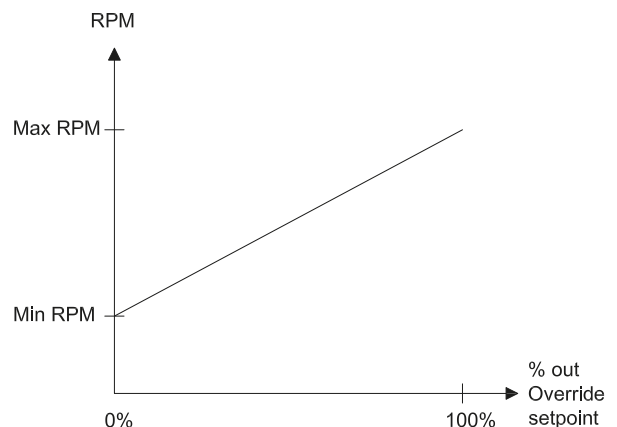
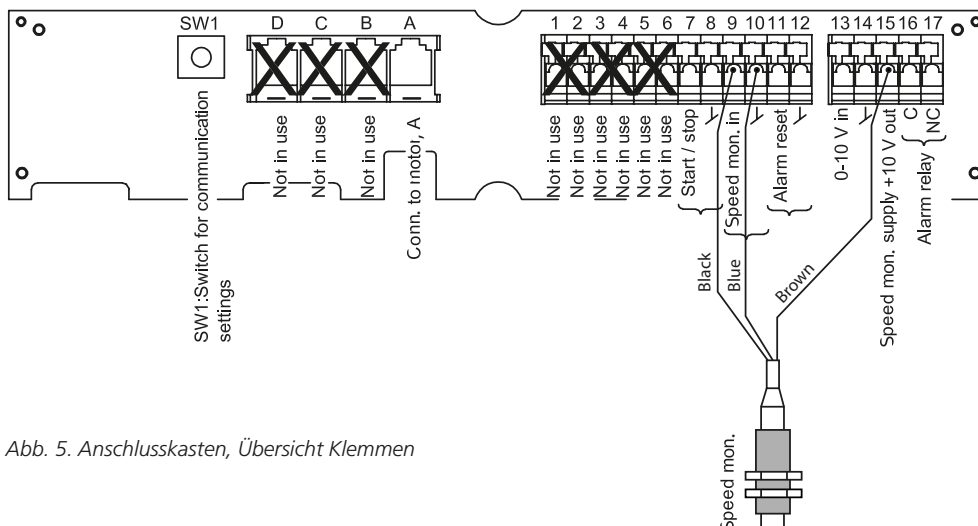

Abb. 3. Verhältnis zwischen Geschwindigkeit und min./max. Drehzahl-einstellung
Abb. 5. Anschlusskasten, Übersicht Klemmen
Die Wärmetauschersteuerung regelt die Geschwindigkeit linear zwischen 0 % und 100 %, wobei sie zwischen der niedrigsten und der höchsten eingestellten Drehzahl begrenzt ist (siehe Abb. 3). Eine Geschwindigkeit von 100 % wird durch eine Eingangsspannung von 9,5 V an „0–10 V ein“ (Klemme 13) festgelegt (100 % bei 9,5 V, +/- 2 %).
- Das 0–10-V-DC-Steuersignal von einem externen Regler im Anschlusskasten an die Klemmen 13 (0–10 V ein) und 14 (↘) anschließen (siehe Abb. 5). Die Wärmetauschersteuerung regelt die Geschwindigkeit linear zur Spannung zwischen 0 % und 100 % (100 % bei 9,5 V +/- 2 %), jedoch entsprechend der eingestellten Zeiten für die ansteigende und die abfallende Rampe und begrenzt auf den Regelbereich zwischen der niedrigsten und der höchsten Drehzahl (siehe Abb. 3 und 4). Die Funktion „Steuerung mit 0–10 V DC“ wird in Abschnitt 3 beschrieben. Funktion.
- Das Start- und Stoppsignal wird im Anschlusskasten an die Klemmen 7 (Start/Stop) und 8 (↘) angeschlossen (siehe Abb. 5). Dabei muss es sich um einen potenzialfreien digitalen Kontakt handeln. Die „Start-/Stopp“-Funktion wird in Abschnitt 3 beschrieben. Funktion.
- Das Alarmreset-Signal wird im Anschlusskasten der Wärmetauschersteuerung an die Klemmen 11 (Alarmreset) und 12 (↘) angeschlossen (siehe Abb. 5). Dabei muss es sich um einen potenzialfreien digitalen Kontakt handeln. Die Funktion „Alarmreset“ wird in Abschnitt 3 beschrieben. Funktion.
- Die Wärmetauschersteuerung ist mit einem Alarmrelaisausgang mit schließender Funktion bei einer Störung oder einem Alarm ausgestattet. Das Alarmsignal ist mit „Alarmrelais“ gekennzeichnet und wird im Anschlusskasten an die Klemmen 16 (C) und 17 (↘) angeschlossen (siehe Abb. 5). Dabei muss es sich um einen potenzialfreien digitalen Kontakt handeln. Die Funktion „Alarmrelais“ wird in Abschnitt 3 beschrieben. Funktion.
Betriebssignal fehlt	Die mit ⚡ (GND) und „Start/Stop“ gekennzeichneten Klemmen 7 und 8 im Anschlusskasten der Wärmetauschersteuerung kurzschließen (Abb. 5).
0–10-V-DC-Steuersignal fehlt.	Überprüfen, dass das 0-10-V-DC-Steuersignal im Anschlusskasten der Wärmetauschersteuerung korrekt an die mit ⚡ (GND) und „0–10 V ein“ gekennzeichneten Klemmen 13 und 14 angeschlossen ist (Abb. 5).
Der Motor wurde vom internen Motorschutz aufgrund einer Überlastung oder eines anderen Alarms 3 Mal gestoppt.	Den Alarm resettet, indem die mit ⚡ (GND) und „Alarmreset“ gekennzeichneten Klemmen 11 und 12 im Anschlusskasten der Wärmetauschersteuerung kurzgeschlossen werden (Abb. 5).  Der Alarm kann auch resettet werden, indem die Spannungsversorgung für die Wärmetauschersteuerung abgeschaltet und nach ca. 60 Sekunden wieder eingeschaltet wird.